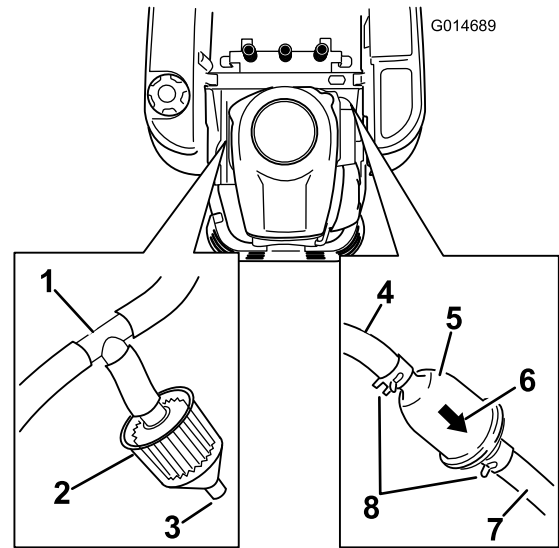

Bild 36
3. Klappen Sie den Sitz hoch und ermitteln Sie den Kraftstofffilter, wie in Bild 36 dargestellt.
4. Drücken Sie die Enden der Schlauchklemmen zusammen und schieben Sie sie vom Filter weg (Bild 36).
6. Setzen Sie einen neuen Filter ein. Der Pfeil für die Flussrichtung muss vom Kraftstofftank zum Motor zeigen. Schieben Sie die Schlauchklemmen eng an den Filter (Bild 36), um ihn zu befestigen.
Einige Maschinen haben einen Emissionsfilter (Bild 36), der an einem T-Anschlussstück an der Entlüftungsleitung angeschlossen ist, die vom Benzintank kommt. Der Filter hat einen offenen Anschluss. Der Filter sollte regelmäßig geprüft werden. Wechseln Sie den Filter aus, wenn er verschmutzt oder verstopft ist.